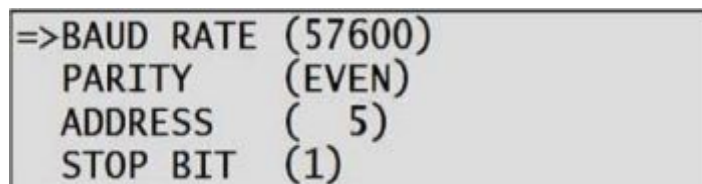

Рисунок 6.4 – Установка скорости обмена в приборе
4. **Скорость обмена** по COM-порту в бит/с. Значение должно соответствовать установленной скорости обмена в приборе (рисунок 6.4).